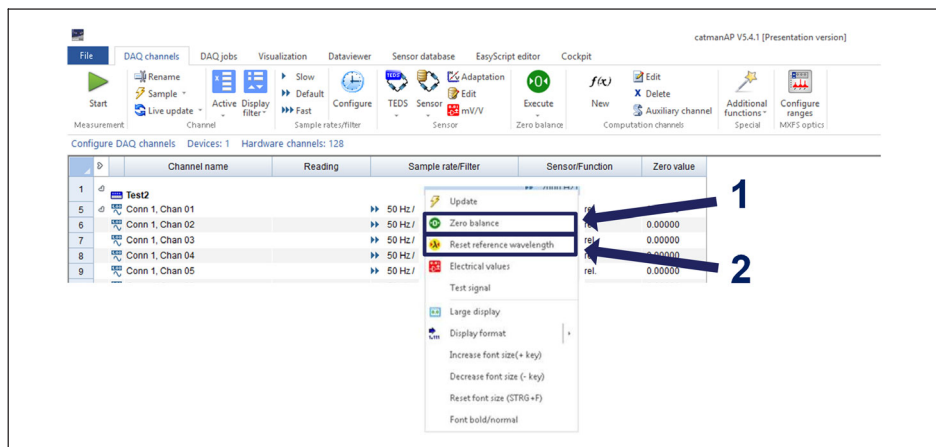

図4.2.7 ゼロバランスおよびリセット参照波長
- ▶ または、ゼロにするラインを右クリックして、[ゼロバランス] オプション (番号1、図4.2.7にある)を選択。
- ▶ リセットするラインを右クリックし、Reset reference wavelength オプションを選択、(図4.2.7番号2)。